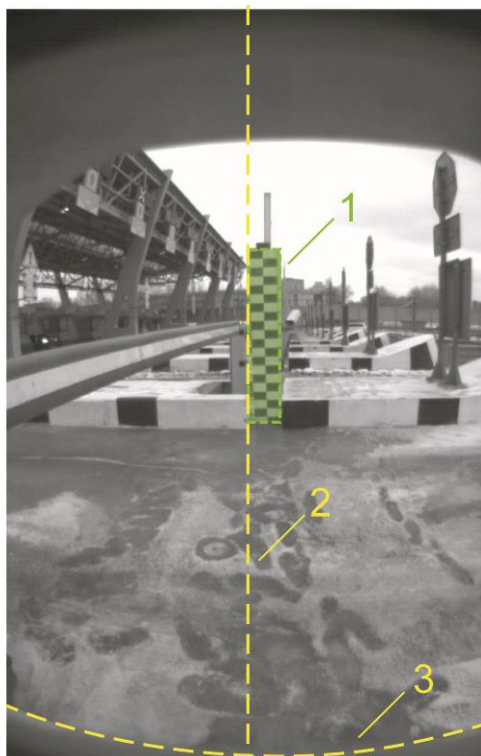

Рисунок 6. Изображение с настраиваемой видеокамеры
- вертикальная прямая, проходящая через центр кадра, должна пересекать описывающий щит контрастный прямоугольник (рис. 6);
- видимая граница островка безопасности должна находиться в кадре, при этом камера должна быть направлена максимально высоко, но не выше горизонта (рис. 6);
На рис. 6 следующие обозначения: 1 – прямоугольник, задающий щит, 2 – центральная вертикальная прямая, 3 – видимая граница островка безопасности.